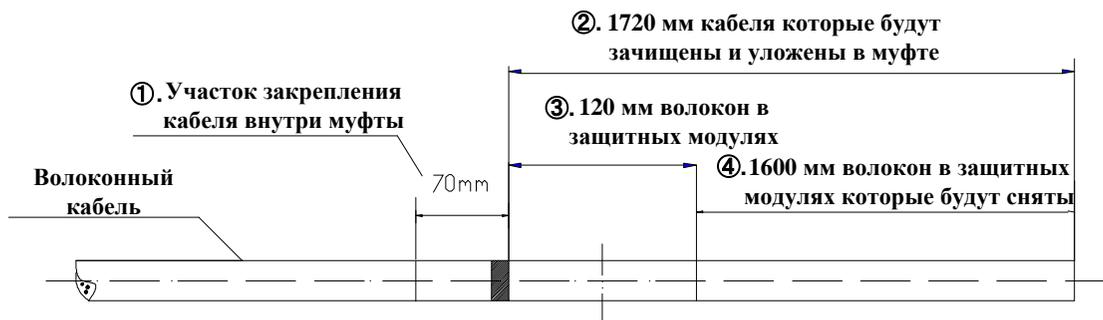

Рисунок 2
- ①. Отмерить участок кабеля в 70 мм: расстояние от герметизирующей прокладки до прижимной планки закрепляющей кабель.
- ②. Отмерить участок кабеля в 1720 мм: этот запас используется для зачистки кабеля от оболочек, заведения защитных модулей в муфту, выделения волокон из модулей и последующей сварки.
- ③. Отмерить участок волокон в защитных модулях длиной 120 мм: расстояние от точки крепления кабеля в муфте до точки крепления модулей к сварочной кассете.
- ④. Отмерить участок волокон длиной 1600 мм: после выделения волокон из защитных модулей данный запас укладывается внутри кассеты после сварки.
5.2.3 Смотрите рисунок 2.